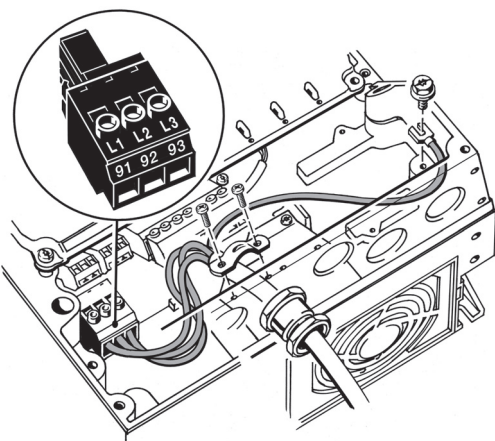

Рис. 12 Подключение питания, корпуса A5
- Подключите заземляющий провод к клемме 95 (PE). См. рис. 12.